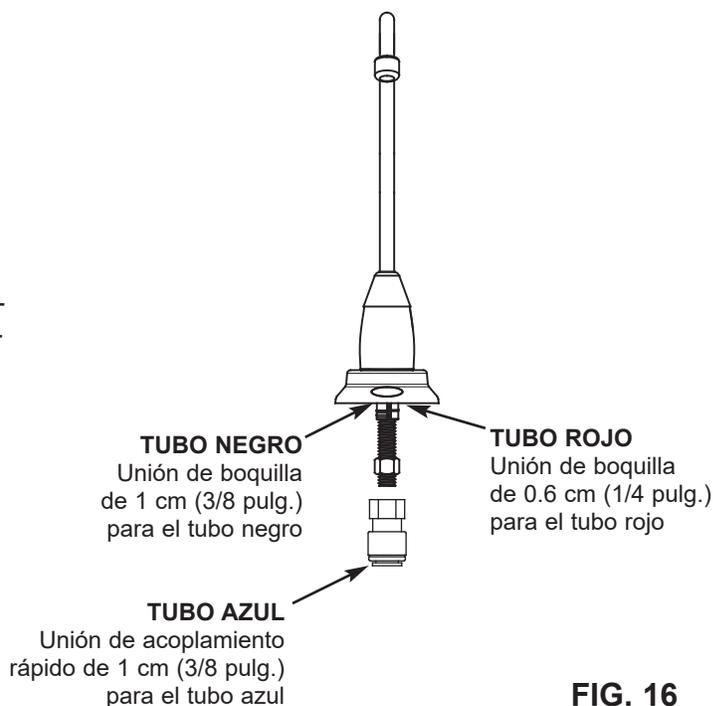

FIG. 16
3. Ubique la tubería negra de 3/8 pulg. (1 cm) y empuje un extremo en la unión de boquilla de 3/8 pulg. (1 cm) del grifo, vea la Fig. 16.
4. Mueva el sistema de ósmosis inversa (RO) a su posición, debajo del fregadero. (consulte la página 11 y cuelgue el sistema en la pared del gabinete o colóquelo en la superficie del suelo, como se desee).
5. Ubique la tubería roja de 1/4 pulg. (0,6 cm) conectada al conjunto de ósmosis inversa. Retire la tapa de empaque del extremo suelto de la tubería roja. Tienda la tubería roja de abajo hacia arriba a través del orificio de montaje del grifo. Corte el tubo en ángulo recto y a la medida según sea necesario. Vea la Fig. 18. Empuje el extremo de la tubería en la unión de boquilla de 1/4 pulg. (0,6 cm). Vea la Fig. 16.
9. Ubique la tubería azul de 3/8 pulg. (1 cm) y empuje un extremo en la unión de acoplamiento rápido. Vea la Fig. 16.